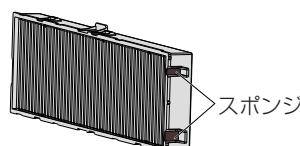

図1
- エアフィルターユニットの短辺側の端面にあるスポンジ（図1）が外れないようにご注意ください。